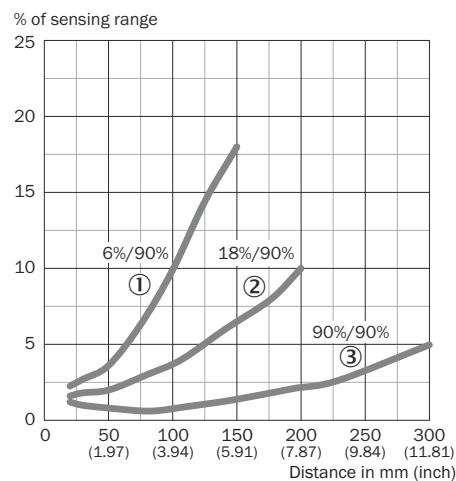

Figura 33: HTB18, % da distância de comutação
Verifique as condições da aplicação: ajuste a distância de comutação, a distância até o objeto e a capacidade de luminescência do objeto de acordo com o diagrama correspondente consulte [figura 33] ( $x$  = distância de comutação,  $y$  = distância de transição entre a distância de comutação definida e a supressão do fundo como um valor percentual da distância de comutação (luminescência do objeto/luminescência do fundo)). Luminescência: 6% = preto ①, 18% = cinza ②, 90% = branco ③ (refere-se ao branco padrão conforme DIN 5033). Recomendamos efetuar os ajustes usando um objeto de baixa luminescência.
A distância mínima (=  $y$ ) para supressão do fundo pode ser determinada a partir do diagrama  [figura 33 ①] como a seguir: